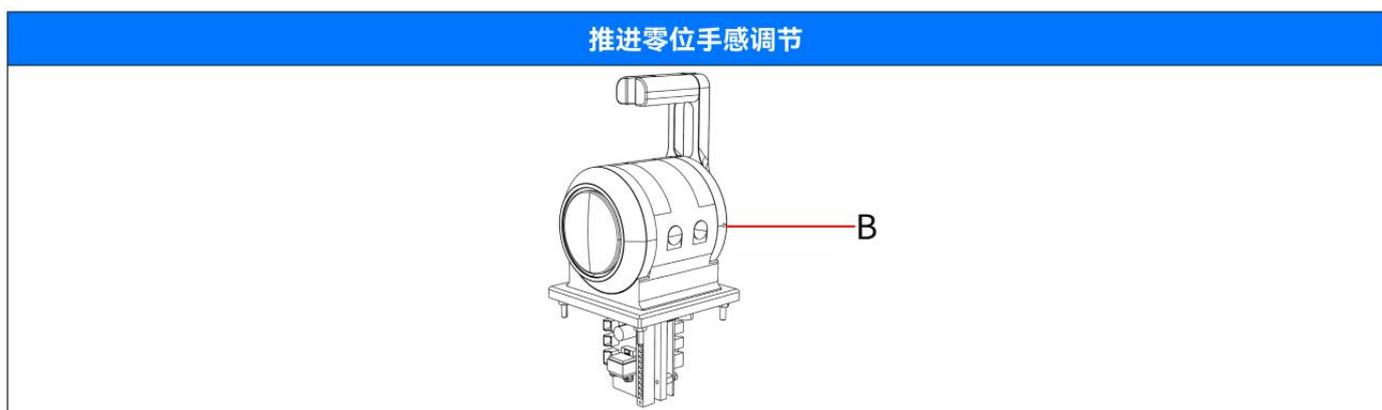

图4.2
5. 如图4.2，在B处使用内六角扳手来旋转调节推进零位手感的强弱。